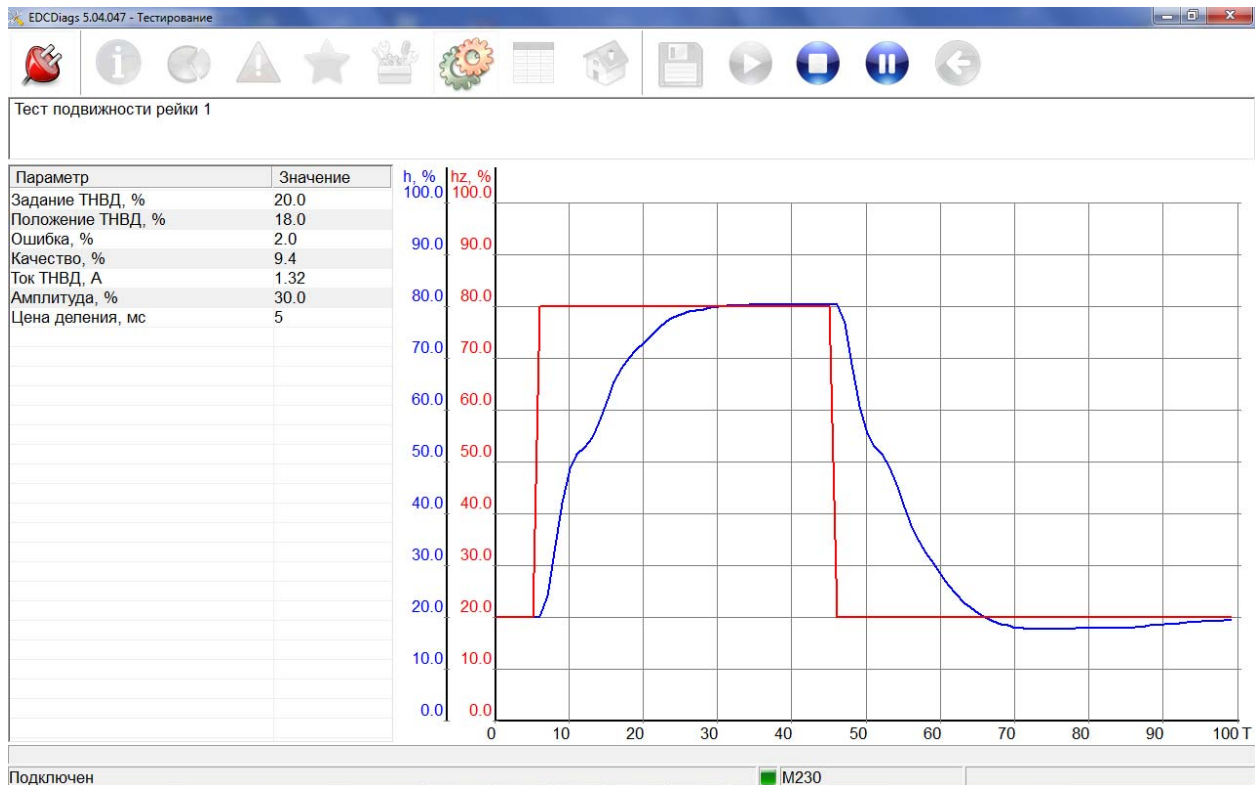

Рис. 3.11
3.11.3. Тестирование с блоком управления M230E3 (ООО «АБИТ»). В списке параметров выделить курсором «Тест подвижности рейки 1» и нажать кнопку «Дальше» . Для начала проведения теста нажать кнопку «Выполнить»  и дождаться окончания теста. Во время проведения теста положение рейки будет изменяться от 20 до 80%, по окончании появится окно с графиком перемещения рейки ТНВД с заданным и текущим положением рейки (Рис. 3.11.). Показатель «качество» комплексно оценивает переходный процесс перемещения рейки. В соответствии с рекомендациями ООО «АБИТ», при исправном ТНВД этот показатель должен быть не более 10%. При большем значении необходимо выявить причину плохой подвижности рейки или слабого усилия магнита.